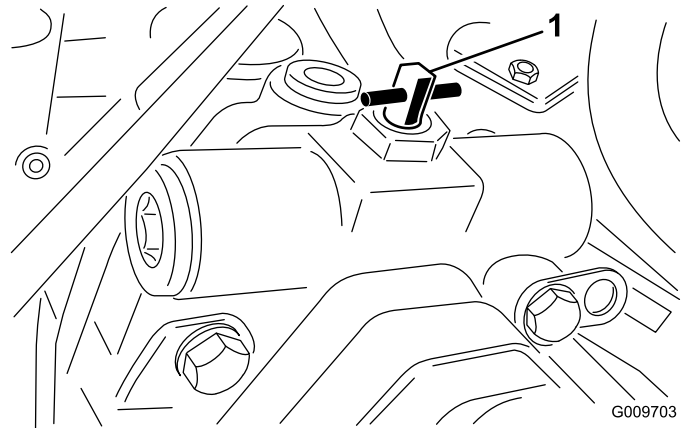

Bild 18
- Drehen Sie das Ventil um eine Vierteldrehung nach rechts oder links, um es zu öffnen und Öl intern abzulenken (Bild 18). Weil das Öl abgelenkt